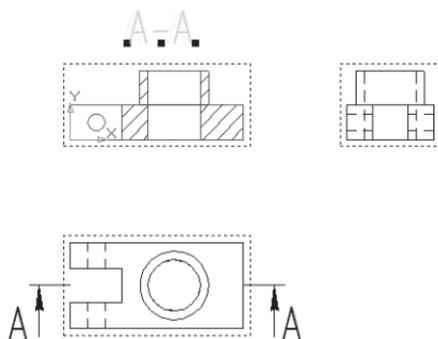

Рис. 327
- щелчком ЛКМ выделите обозначение разреза А–А и, удерживая ЛКМ за маркеры, переместите его таким образом, чтобы текст был расположен непосредственно над разрезом (рис. 327). Снимите выделение;